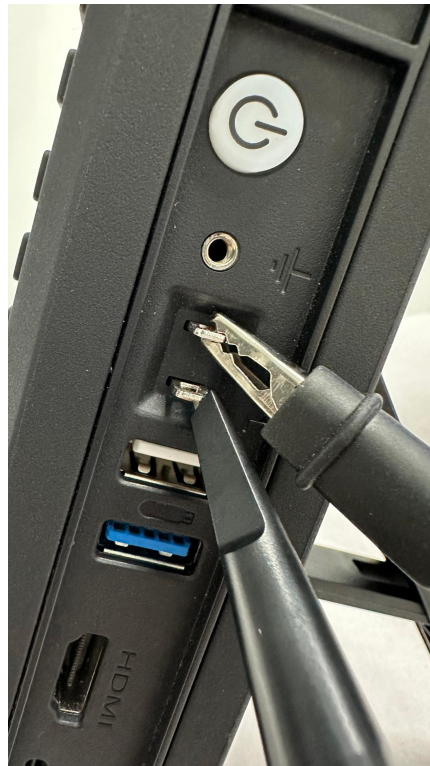

图 2-13 探头连接方式
- 2) 将探头连接至校准输出信号端，探头接地连接至接地端子。如图2-13。